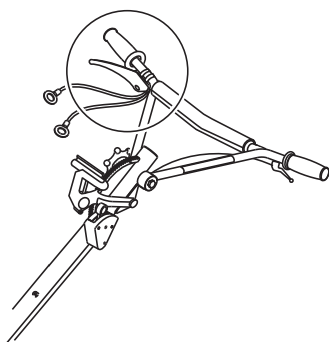

Figura 12. Reposicionar a alavanca
4. Se estiver instalada, reposicione a alavanca de presença do operador nas barras de direcção (Figura 12).